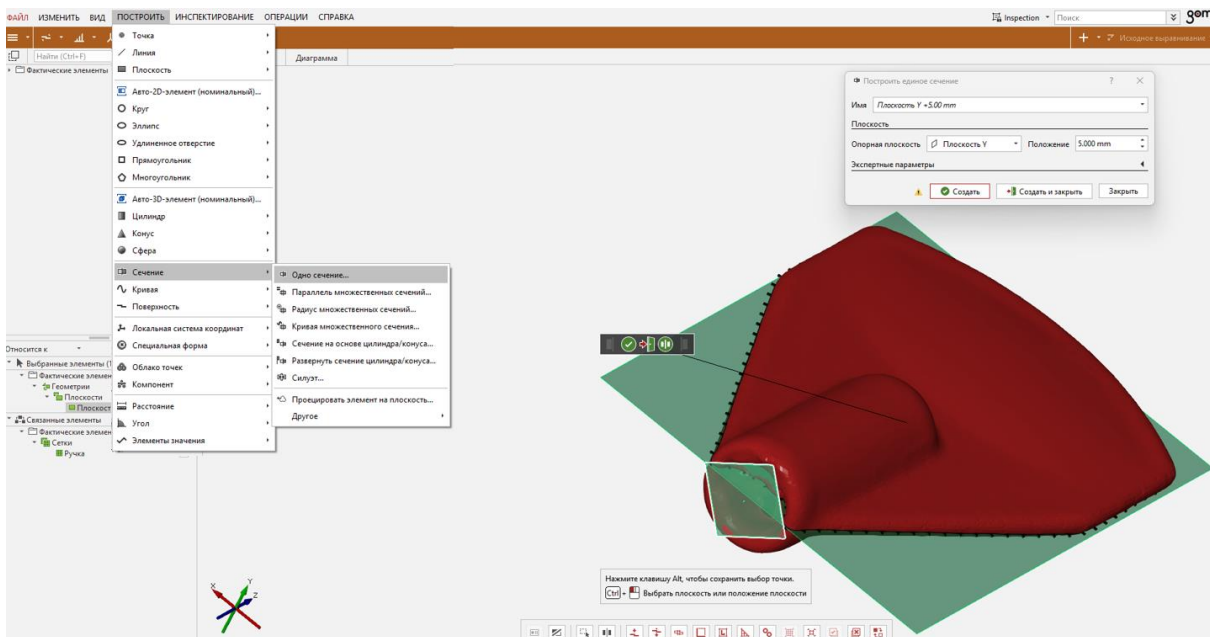

Рис. 17. Построение сечение по плоскости
3. Построить сечение по одной из плоскостей (Рис. 17).